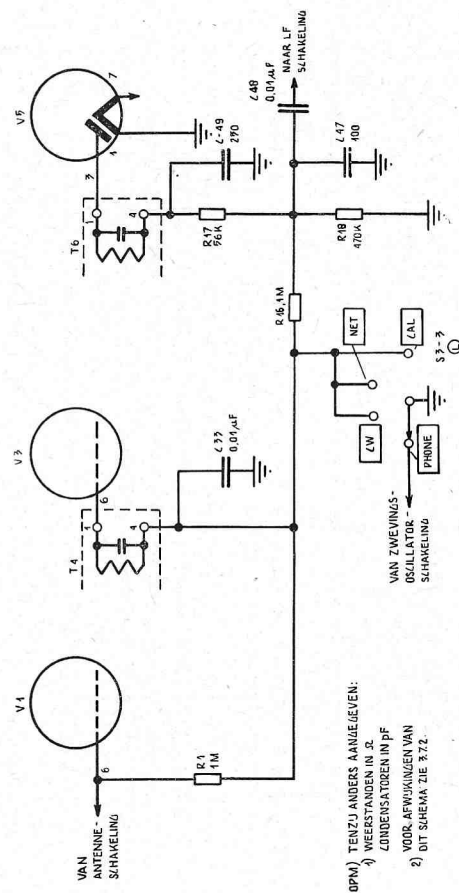

Fig. 25. ASR-schakeling
3.2.10 Automatische sterkteregeling, ASR schakeling (zie fig. 25).